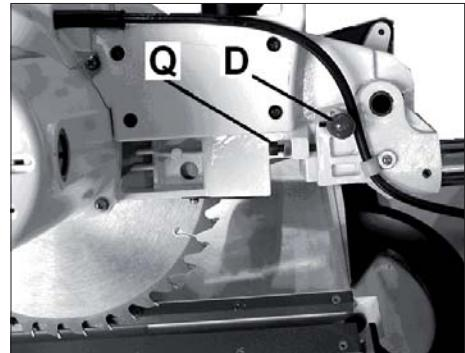

Рис. 2
- Чтобы разблокировать голову пилы, вытащите фиксатор (D, Рис. 2) головы пилы. Голова пилы медленно поднимется вверх.
- Закрутите блокировочную рукоятку (P, Рис. 2), с помощью ручки медленно опустите голову пилы.
- Ослабьте блокировочную рукоятку (L, Рис. 2).
- Отдвиньте кожух пильного диска (P, Рис. 2), с помощью ручки медленно опустите голову пилы.